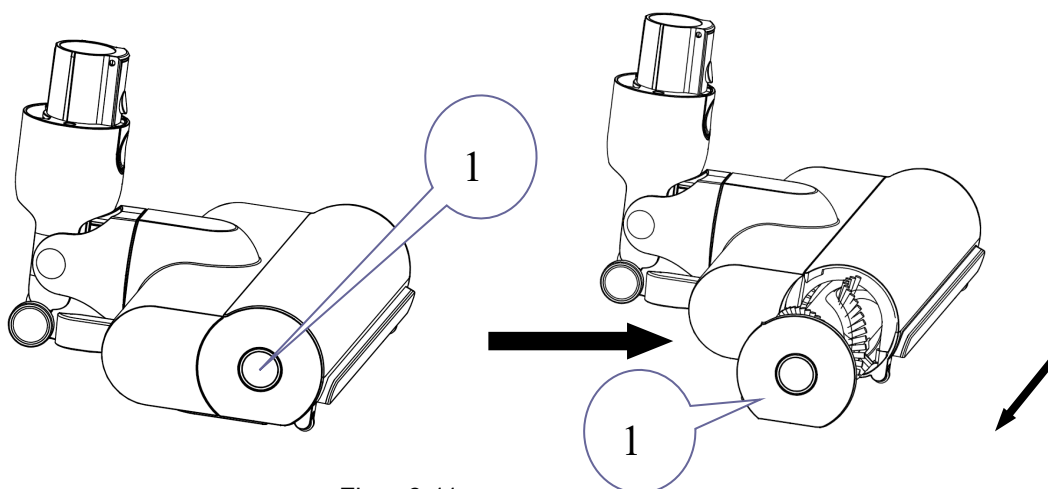

Figur 6-9
6.4 Skjut tillbaka filterskärmen (nr 7) i dammbehållaren och vrid den medurs för att sätta fast den. Sätt tillbaka HEPA-filtret (nr 6) på filtret (observera riktningspilarna för nr 6 och nr 7). Se figur 6-9. Haka fast kroken (nr 9) i hålet (nr 10) och skjut sedan in dammbehållaren i huvudenheten. Se figur 6-10.